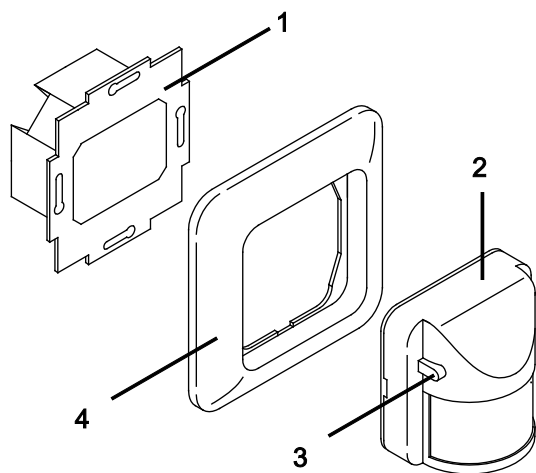

Рис. 5: Схема устройства для класса защиты IP 20
Среднее положение ползункового переключателя (рис. 5, поз. 3) можно зафиксировать от нежелательного перемещения (например, при применении в отелях или административных зданиях) с помощью прилагаемого винта, вкручиваемого с тыльной стороны устройства.
3. Закрепите датчик (рис. 5, поз. 2) и защитную рамку (рис. 5, поз. 4) на вставном элементе с/у и вставьте его в монтажное место.